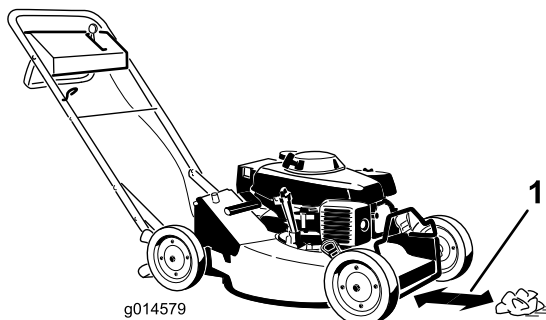

Figure 20
4. Placez le levier de changement de vitesses en position point mort (N).
5. Roulez en boule une demi-feuille de papier journal (environ 76 mm [3 po] de diamètre) et placez-la sous le tablier de coupe, comme montré à la Figure 20.
6. Placez une boule de papier journal à 12,7 cm (5 po) devant la machine (Figure 20).
- A. Placez une boule de papier journal à 12,7 cm (5 po) devant la machine (Figure 20).